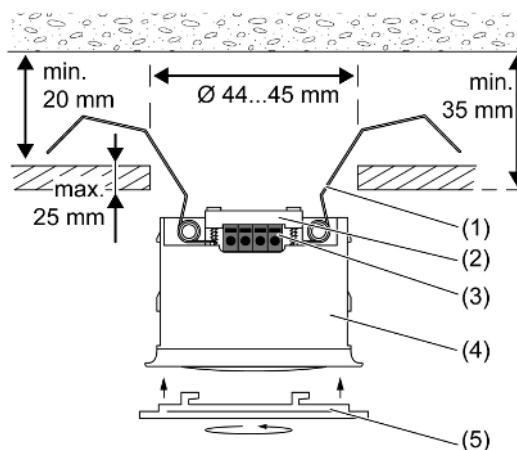

Bild 2: Montage in Zwischendecke
Max. Stärke der Zwischendecke ca. 25 mm. Einbautiefe min. 35 mm. Abstand zwischen Betondecke und Zwischendecke min. 20 mm (Bild 2).
- Deckenausschnitt Ø 44...45 mm erstellen (Bild 2).
- Anschlussleitung an Klemme (3) (Bild 2) anschließen.
- Anschlussleitung mit beiliegender Leitungsfixierung (2) (Bild 2) sichern.
- Federbügel (1) zurückbiegen und Bewegungsmelder (4) in die Zwischendecke schieben (Bild 2).
- Designring (5) aufstecken und im Uhrzeigersinn drehen (Bild 2).